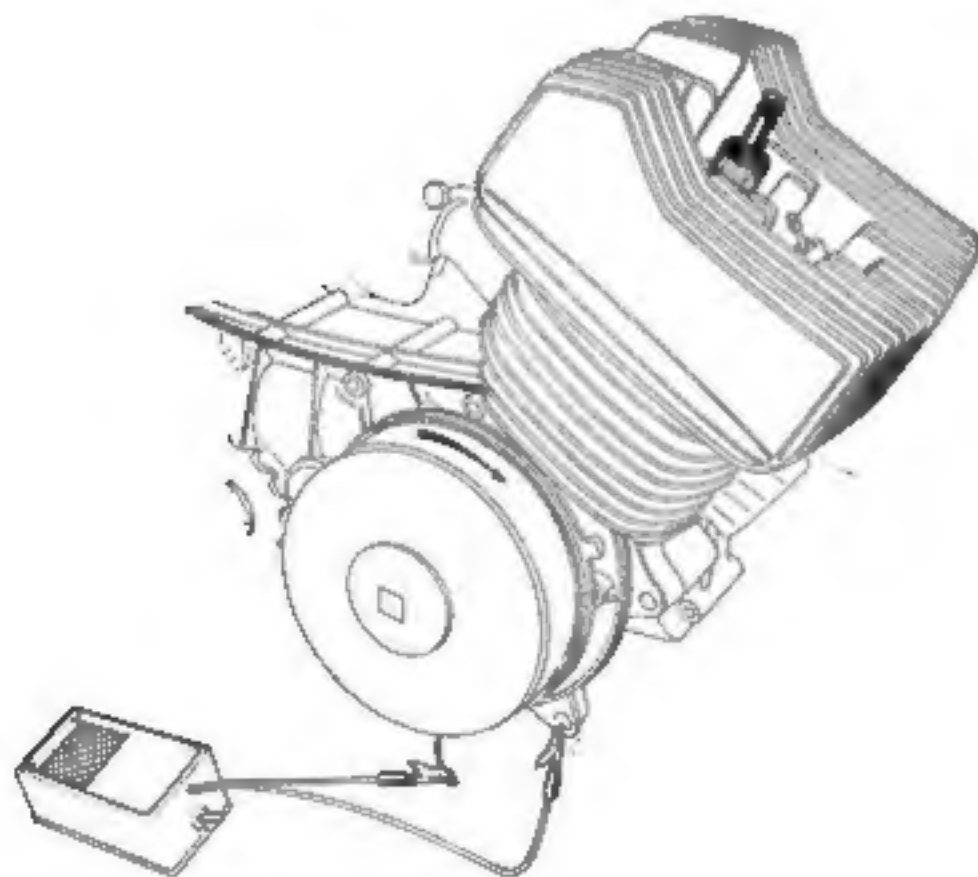

Fig. 2
- 5 Connecter les fils du préciphone (1755) : l'un au fil de sortie volant, l'autre à la masse (fig. 2). Le préciphone doit sonner.